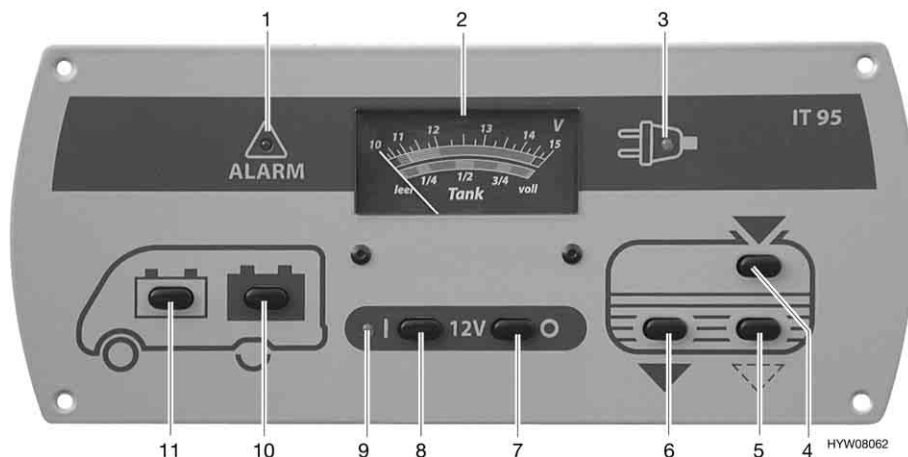

Bild 42 Panel (IT 95)
Der 12-V-Hauptschalter (Bild 42,7 und 8) schaltet das Panel und die 12-V-Versorgung des Wohnraums ein und aus.
**Einschalten:** ■ Schalter (Bild 42,8) drücken "I": Die 12-V-Versorgung des Wohnraums ist eingeschaltet. Die Kontroll-Leuchte (Bild 42,9) leuchtet grün.
**Ausschalten:** ■ Schalter (Bild 42,7) drücken "O": Die 12-V-Versorgung des Wohnraums ist ausgeschaltet. Die Kontroll-Leuchte (Bild 42,9) erlischt.
Beim Anzeigeeinstrument V/Tank (Bild 42,2) die obere Skala beachten. Das Anzeigeeinstrument wird automatisch beleuchtet, sobald ein Schalter gedrückt wird.
- Schalter (Bild 42,11) drücken "": Die Batteriespannung der Starterbatterie wird angezeigt.
- Schalter (Bild 42,10) drücken "": Die Batteriespannung der Wohnraumbatterie wird angezeigt.
Beim Anzeigeeinstrument V/Tank (Bild 42,2) die untere Skala beachten. Das Anzeigeeinstrument wird automatisch beleuchtet, sobald ein Schalter gedrückt wird.
- Schalter (Bild 42,4) drücken "  ": Die Wassermenge wird angezeigt.
- Schalter (Bild 42,6) drücken "  ": Die Abwassermenge wird angezeigt.
Die rote Warnleuchte "ALARM" (Bild 42,1) blinkt, sobald die Spannung der Wohnraumbatterie 11 V (Messung im laufenden Betrieb) unterschreitet und damit Tiefentladung droht.
Die 12-V-Kontroll-Leuchte (Bild 42,9) leuchtet, wenn der 12-V-Hauptschalter (Bild 42,8) eingeschaltet ist.
Die gelbe 230-V-Kontroll-Leuchte (Bild 42,3) leuchtet, wenn am Eingang des Elektroblocs Netzspannung vorhanden ist.